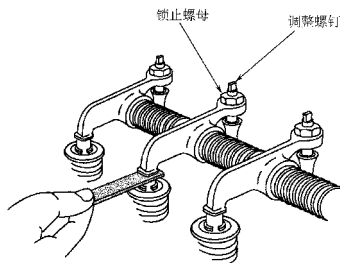

图 5-25 气门间隙的检查
19. 部件专家 A 说如图 5-25 所示的程序将会确定是否需要更换摇臂。部件专家 B 说如图所示的程序是在调整气门间隙。谁是正确的？